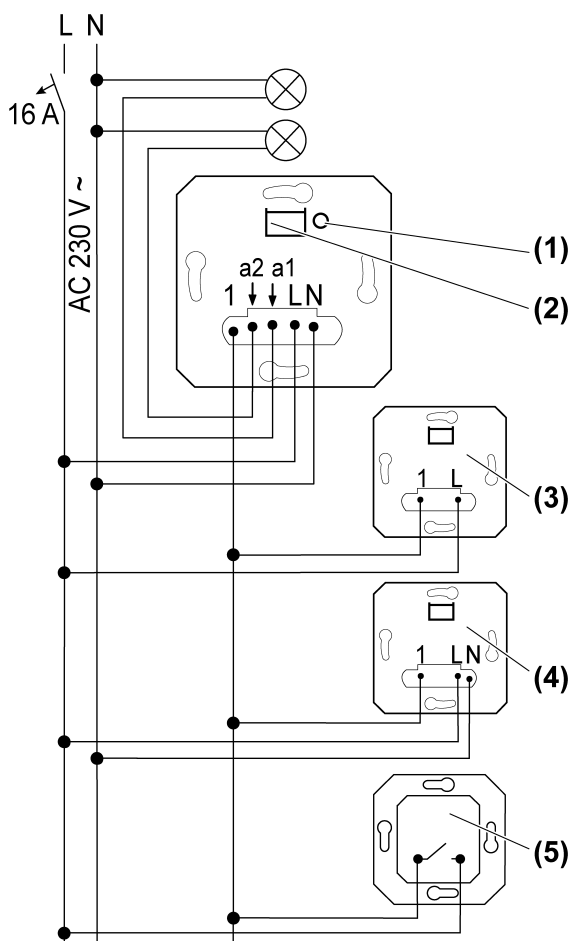
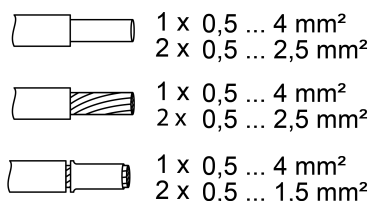

Imagen 1: Plan de conexión con mecanismos auxiliares opcionales
Imagen 2: Sección transversal enchufable del conductor
- Conectar el conmutador integrado conforme al esquema de conexión (Imagen 1). Tenga en cuenta las secciones de conductor enchufables (Imagen 2).
- i** Mediante una breve pulsación de la tecla **TEST** (1) puede conmutarse la carga en ambas salidas (estados de conmutación: **a1** conectado **a2** desconectado, **a1** desconectado **a2** conectado, **a1** y **a2** conectado, **a1** y **a2** desconectado).